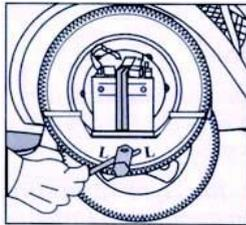

Abb. 36
2.1.2 Das Ersatzrad ist mit drei Schrauben befestigt. Entfernen Sie die Schrauben und Unterlegscheiben und entnehmen Sie das Ersatzrad. Verwenden Sie hierfür das mitgelieferte Bordwerkzeug (Abb. 36).